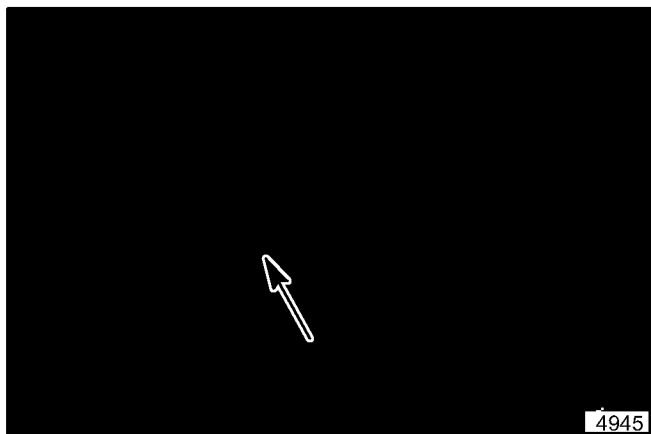

Abbildung 27. Haken der Spannereinheit
1. Die Befestigungsteile lösen, die den Haken halten (siehe Abbildung 27). Den Haken in den Schlitz schieben, so daß er die Spannereinheit der Spindel erfaßt, wenn die Kupplung ausgerückt ist. Wenn nur die Antriebsspindel eingerückt ist, muß der Haken die Spannereinheit der Spindel weit genug zurückhalten, damit die Riemen nicht einrücken. Die Anbauteile des Hakens wieder festziehen.